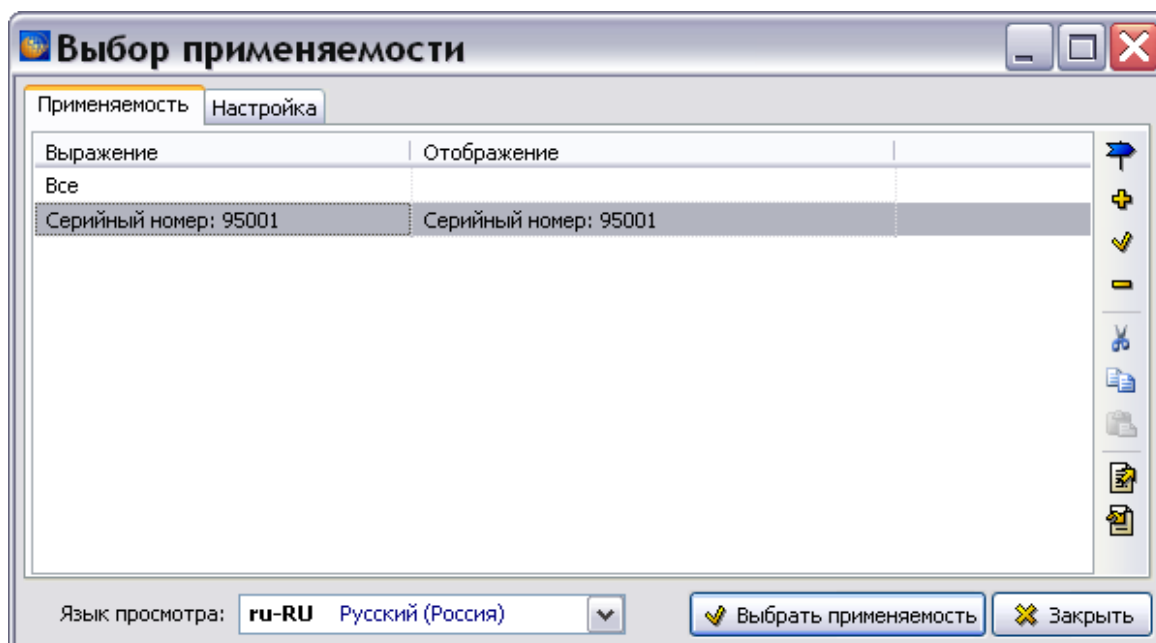

Рис. 22.60
- Выделите применяемость и нажмите на кнопку **Применить**. При этом произойдет возврат в диалоговое окно **Выбор применяемости**, в котором отобразится заданная применяемость (Рис. 22.60).